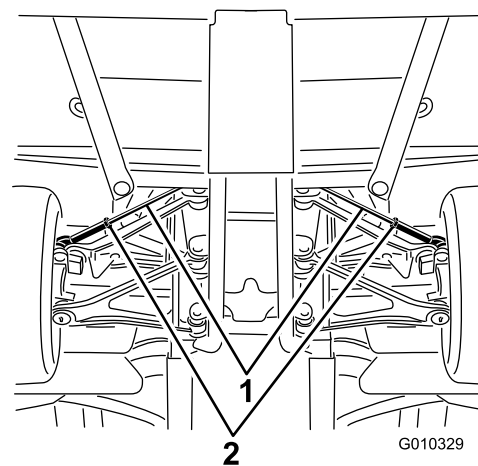

Figura 57
- A. Desaperte a porca de retenção no centro da barra de ligação (Figura 57).